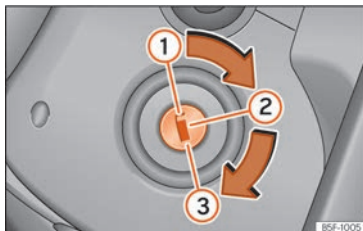

Fig. 215 Positions de la clé de contact.
Dans cette position » fig. 215 ①, l'allumage et le moteur sont déconnectés, ce qui peut bloquer la direction.
- Mettez la clé de contact en position de démarrage » fig. 215 ③.
- Amenez la clé de contact en position » fig. 215 ②. Le témoin ⚡ s'allumera en cas de préchauffage du moteur.
- Lorsque le témoin s'éteint, tournez la clé en position ③ pour lancer le moteur sans appuyer sur l'accélérateur.
» fig. 215 ①.
» fig. 215 ① » » ⚠.